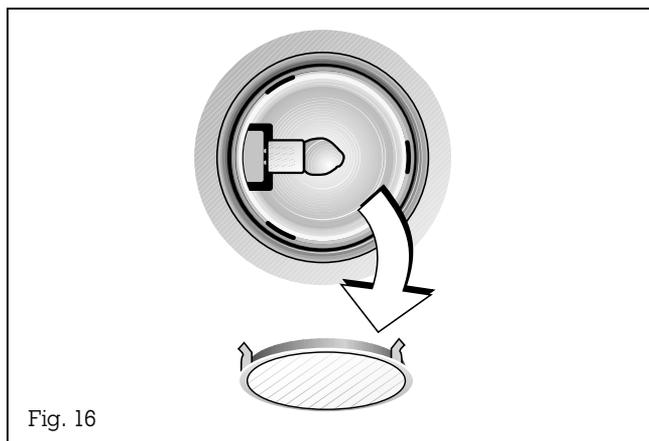

Fig. 16
**Nota:** attenzione a non far cadere il vetro (Fig. 16).